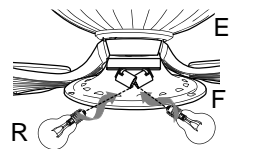

Fig. 7
7. Instale las dos bombillas de base candelabro de 60 vatios máx. (R) incluidas. [Fig. 7]